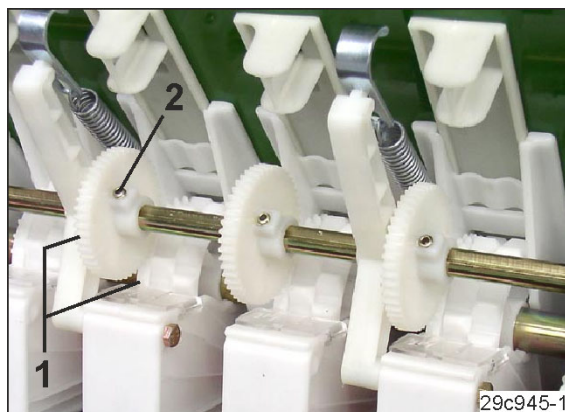

Fig. 130
13. Die Zähne (Fig. 130/1) von Antriebsritzel und Fahrgassenfeinsräder in Eingriff bringen.